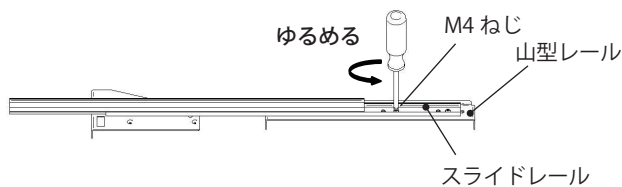

図 3
3. 山型レールに固定されているスライドレールの M4 ねじ 2 か所をゆるめ、スライドレールと山型レールが自由に動かせるようにしてください。(図 3)